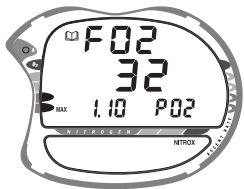

Fig. 72 - Logbuch #3
- Während die Stickstoffdaten angezeigt werden, drücken Sie die untere Taste ("Wahl") **1 mal**. Auf der Anzeige erscheint (Fig. 72) -
Erscheint das H2O- Symbol während des Countdowns "Zeit bis zum Fliegen" (Fig. 72) und Entsättigung (Fig. 73), die 2 Stunden nach dem Tauchgang im Wechsel angezeigt werden, ist dies ein Zeichen dafür, dass die Wasserkontakte noch überbrückt sind (sie sind noch naß). Der Computer muß mit Süßwasser gespült und getrocknet werden